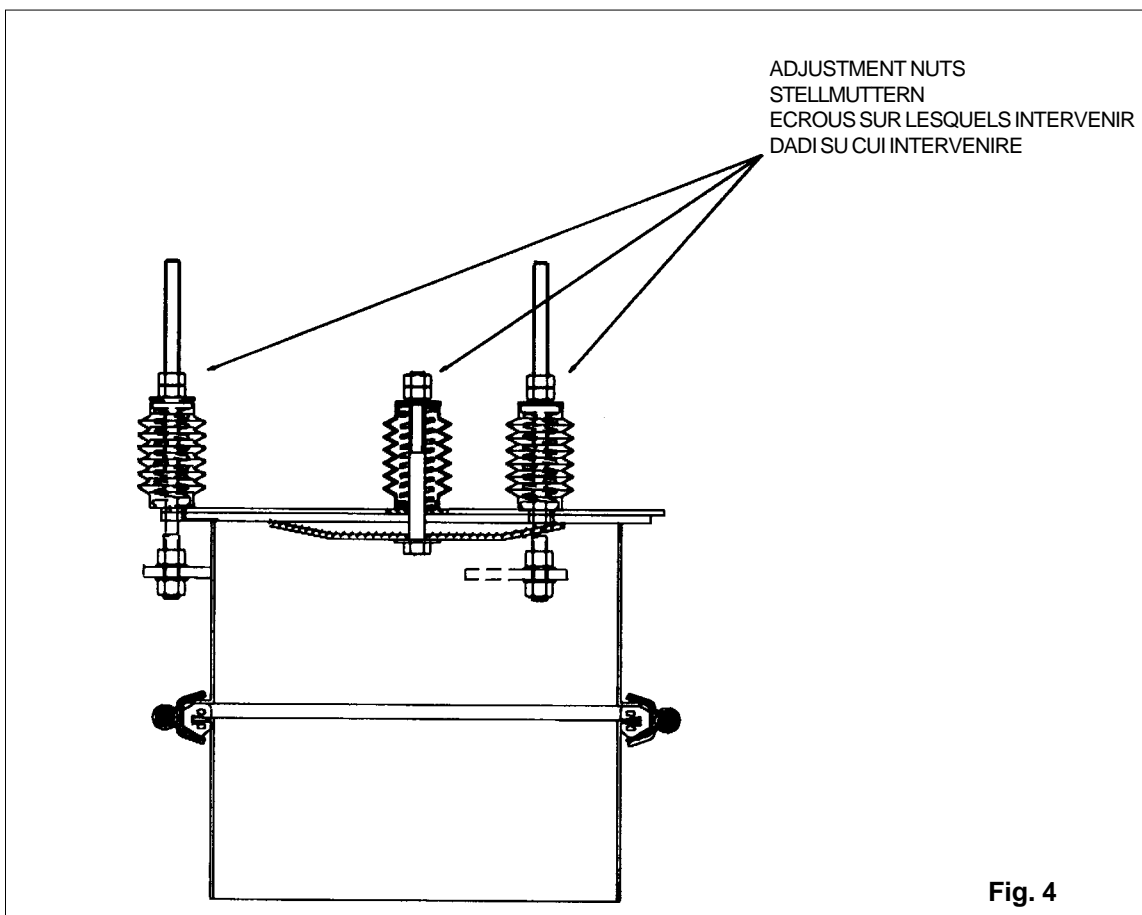

Fig. 4
- Unscrew upper nuts from 3 external screws (Fig. 4).
- Obere 3 Muttern entfernen (Fig. 4).
- Dévisser les 3 écrous supérieurs (fig. 4).
- Svitare i dadi posti nella parte superiore delle 3 viti esterne (fig.4).